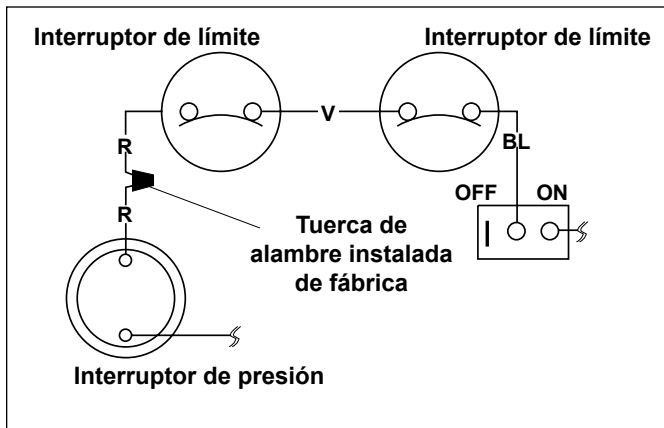

Figura 11 Cableado de la caldera Hayward antes de la modificación
2. Quite la tuerca instalada de fábrica entre los (2) dos cables rojos identificados como "CONNECTION FOR FIELD INSTALLED CONTROL SWITCH" (conexión para switches instalados fuera de fábrica) (véase Figura 11).